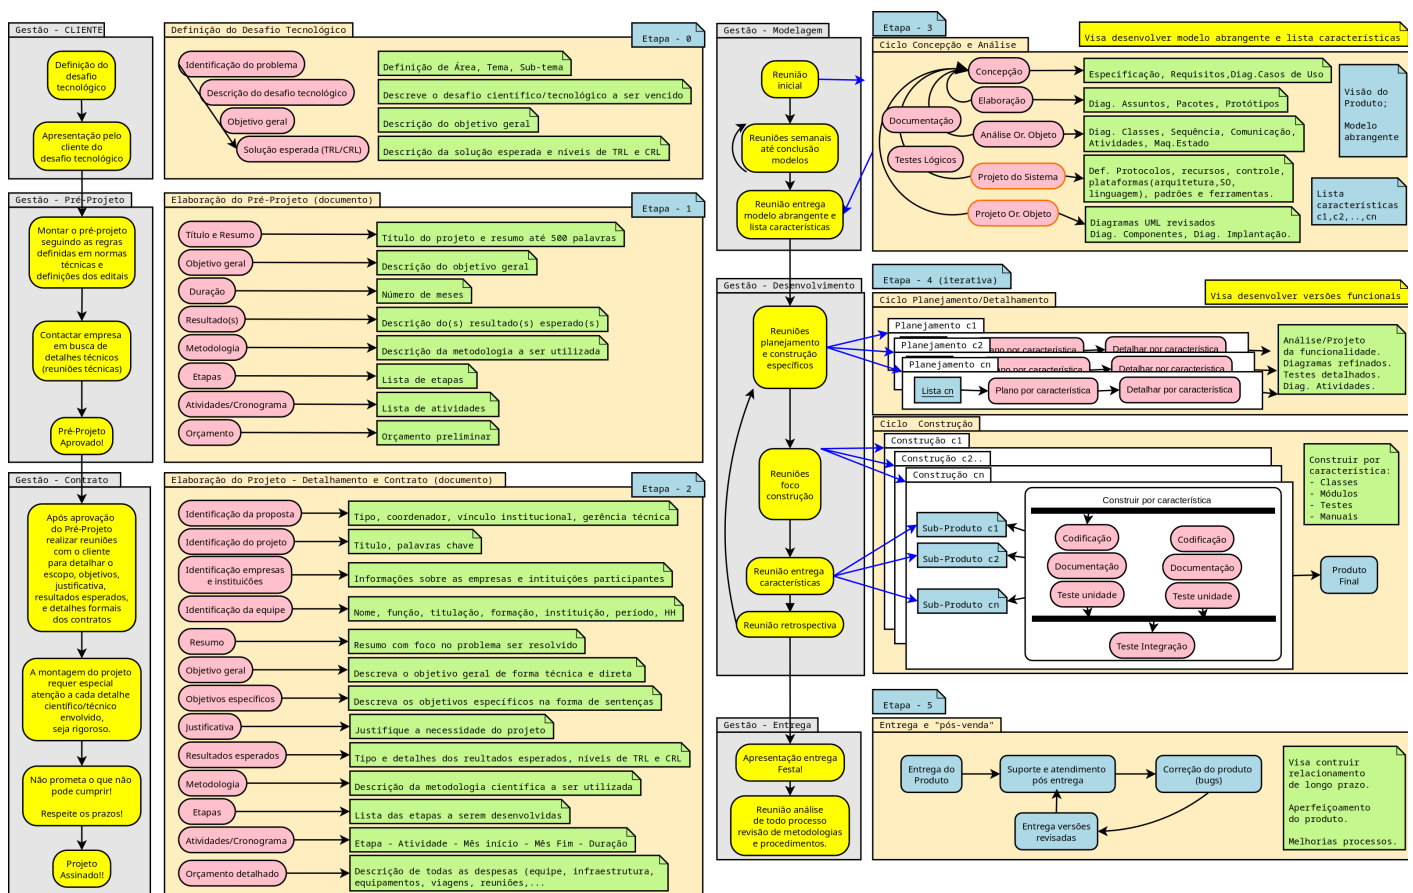

Figura 1.1: Metodologia utilizada no desenvolvimento do sistema
- A Figura 1.1 apresenta a metodologia a ser utilizada no desenvolvimento do sistema.